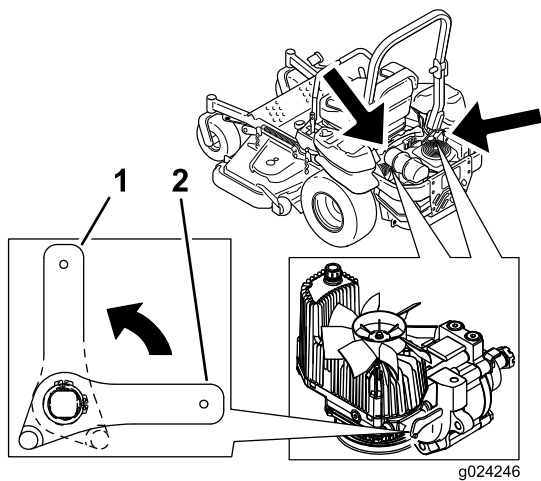

Figura 33
2. Gire las palancas de las válvulas de liberación a la posición vertical para empujar la máquina (Figura 33).
4. Gire las palancas de las válvulas de desvío a la posición horizontal para conducir la máquina (Figura 33).